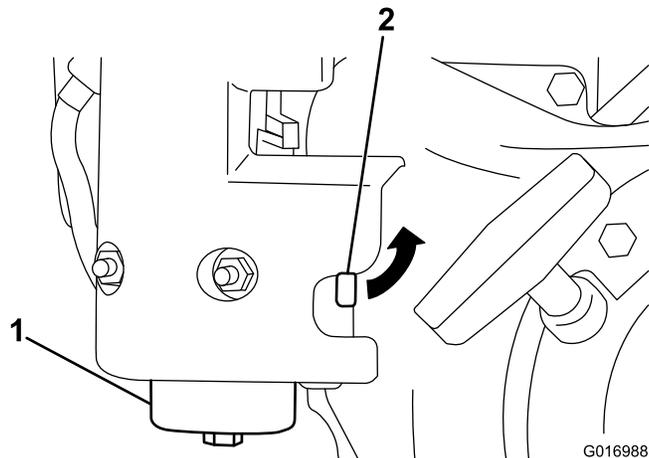

Рисунок 28
1. Закройте топливный запорный клапан и выверните стакан из корпуса фильтра (Рисунок 28).